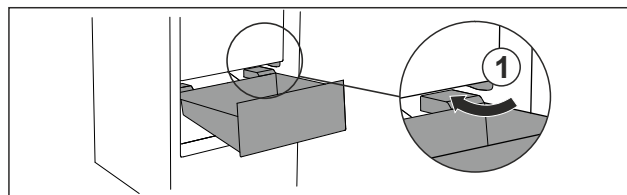

Fig. 69
- Lade schuin rond de stoppers Fig. 69 (1) leiden.